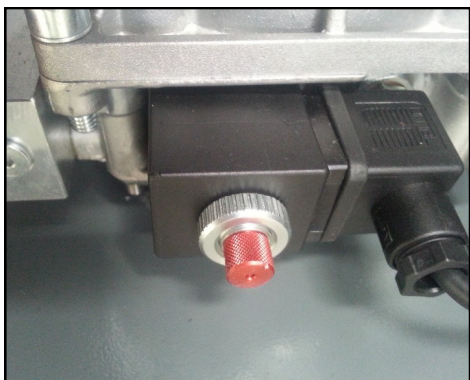

рис. 27
- Ослабьте ниппель гидравлического контура на конце стержня электромагнитного клапана (рис. 27), после этого платформы начнут опускаться.